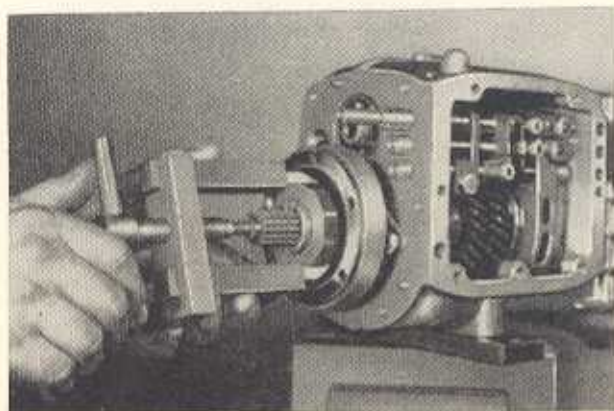

Bild G 19
4. Freilaufstern mit Vorrichtung W-86 995/1 abziehen (Bild G 19).